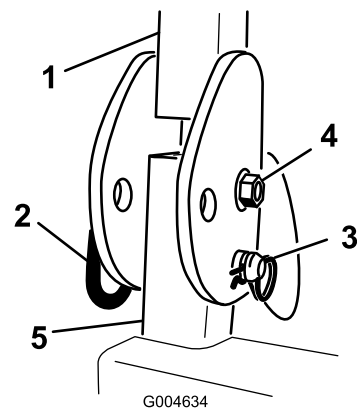

図 91
49. 各ROPSアセンブリをROPSポストに固定するボルト、ヘアピンコッター、ピンを取り付ける 図 91。